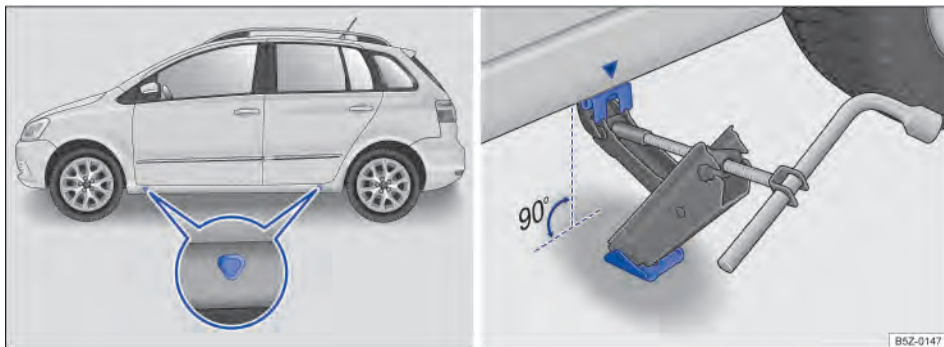

Fig. 165 Pontos de apoio do macaco e macaco posicionado no lado esquerdo traseiro do veículo.
O macaco somente pode ser posicionado nos pontos de apoio indicados (marcação na carroceria) ⇒ Fig. 165. É válido o ponto de apoio localizado próximo à roda correspondente ⇒ .
6. Procurar sob o veículo o ponto de apoio do macaco ⇒ Fig. 165 mais próximo da roda a ser trocada.
8. Garantir que a base do macaco, com toda sua superfície, esteja sobre o chão e que a base se encontre perpendicularmente abaixo do ponto de colocação ⇒ Fig. 165.
9. Alinhar o macaco e, simultaneamente, levantar a garra do macaco até ela se encaixar na travessa debaixo do veículo ⇒ Fig. 165.
- Posicionar o macaco somente nos pontos indicados. A garra do macaco deve se encaixar no perfil da longarina de forma segura ⇒ Fig. 165.